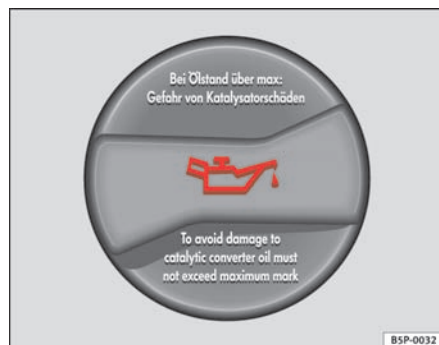

Fig. 113 I motorrummet: oliepåfyldningsdæksel
- Skru dækslet af påfyldningsåbningen $\Rightarrow$ fig. 113.